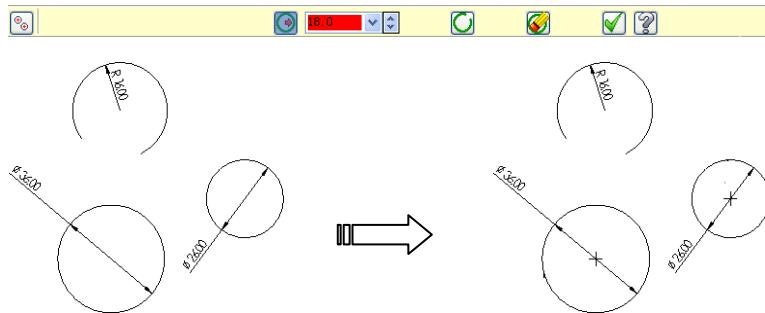

图 3-28 整圆绘点示例
- ：包括不完整的圆弧按钮。使该按钮呈弹起状态时，可以绘制弧的圆心，否则只能绘制圆的圆心，如图 3-28 所示。